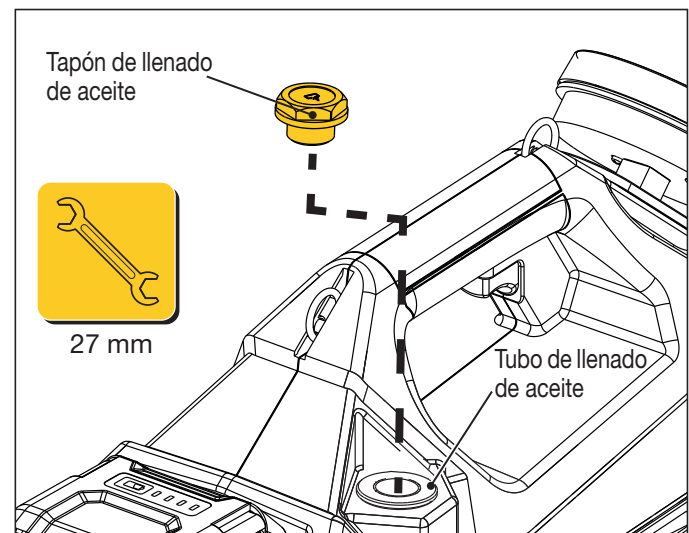

Figura 12: Ubicación de llenado de aceite
1. Con el interruptor de alimentación de la bomba en la posición ENCENDIDO (I), presione el botón de APAGAR MOTOR  o  para aliviar cualquier presión hidráulica residual en el sistema.
4. Saque el tapón de llenado de aceite del orificio de llenado. Utilice una llave de 27 mm. Véase Figura 12.
1. Con el interruptor de alimentación encendido (I), presione el botón de APAGAR MOTOR [●] o [X] para aliviar cualquier presión hidráulica residual.
3. Saque el tapón de llenado de aceite del orificio de llenado. Utilice una llave de 27 mm. Véase Figura 12.